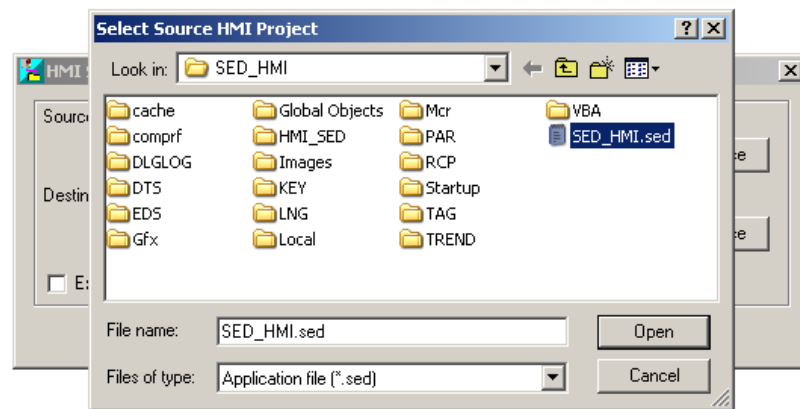

Figura 27. Selección del HMI Server
- Seleccione el HMI Server que desea restaurar en la siguiente ruta: C:\BackupsHMI\SED_HMI. Busque y seleccione el archivo SED_HMI.sed y de click en open, como se muestra en la Figura 27.